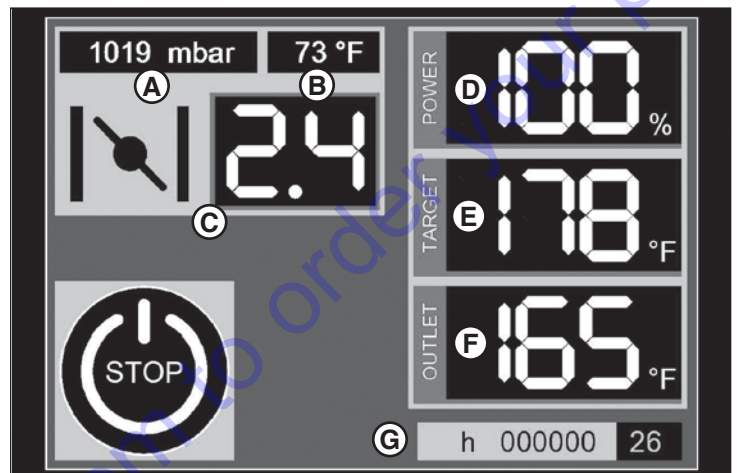

Figure 29
- Une fois que le ventilateur est démarré, l'écran RUN (marche) apparaîtra (Figure 29). L'information suivante sera affichée :
- (A) Pression barométrique en millibar.
- (B) Température ambiante en degrés Fahrenheit.
- (C) Réglage du registre
- (D) Efficacité de l'appareil de chauffage en pourcentage.
- (E) Température de sortie cible en degrés Fahrenheit.
- (F) Température de sortie actuelle en degrés Fahrenheit.
- (G) Heures totales de l'appareil de chauffage.